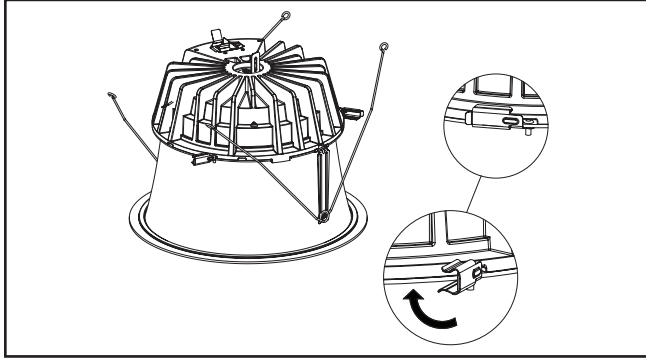

Figure 38.
5. Tournez les attaches latérales (3) en place pour fixer l'assemblage de la garniture au moteur lumineux à DEL en toute sécurité (Figure 38)